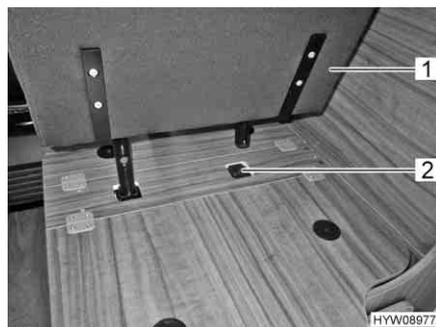

Fig. 26 Inserire il sedile installabile nel supporto
- Inserire il sedile installabile (Fig. 26,1) nel supporto (Fig. 26,2).